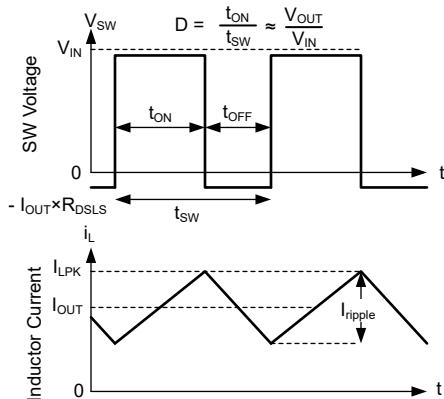

图 7-10. 连续导通模式 (CCM) 下的 SW 电压和电感器电流波形
有关 TPSM656x0 的以下运行说明，请参阅节 7.2 和图 7-10 中的波形。两者都以变化的占空比 (D) 打开内部高侧 (HS) 和低侧 (LS) NMOS 开关，从而提供稳定的输出电压。在 HS 开关导通期间，SW 端子电压 V_{SW} 摆动至大约 V_{IN} ，电感器电流 i_L 以线性斜率增加。HS 开关由控制逻辑关闭。在 HS 开关关闭时间 t_{OFF} ，LS 开关打开。电感器电流通过 LS 开关放电，这会强制 V_{SW} 通过 LS 开关两端的压降摆动到地电位以下。稳压器环路调节占空比以保持恒定的输出电压。D 由 HS 开关在开关周期内的导通时间定义： $D = T_{ON} / (T_{ON} + T_{OFF})$ 。